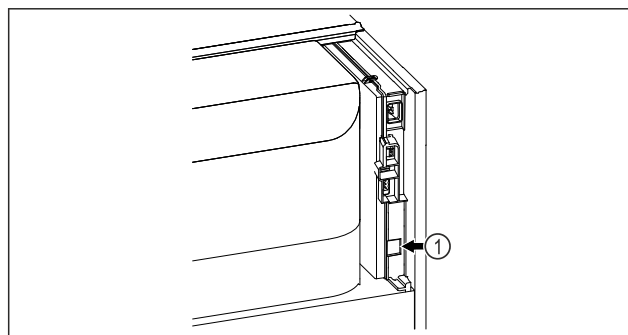

Fig. 60
- ☐ SmartModule Fig. 60 (1) è inserito.